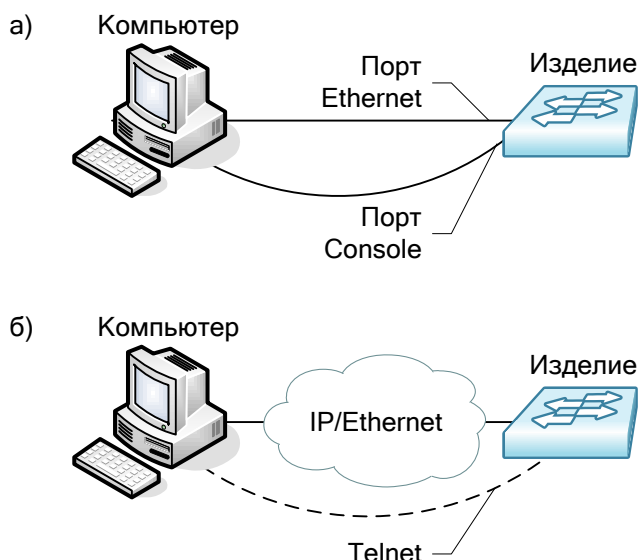

Рис. 22 — Примеры подключения изделия для сохранения и загрузки конфигурации или обновления программного обеспечения
2. Подключите один из портов изделия к сети. Примеры подключения показаны на Рис. 22:
2. Подключите один из портов устройства к сети. Примеры подключения показаны на Рис. 22;